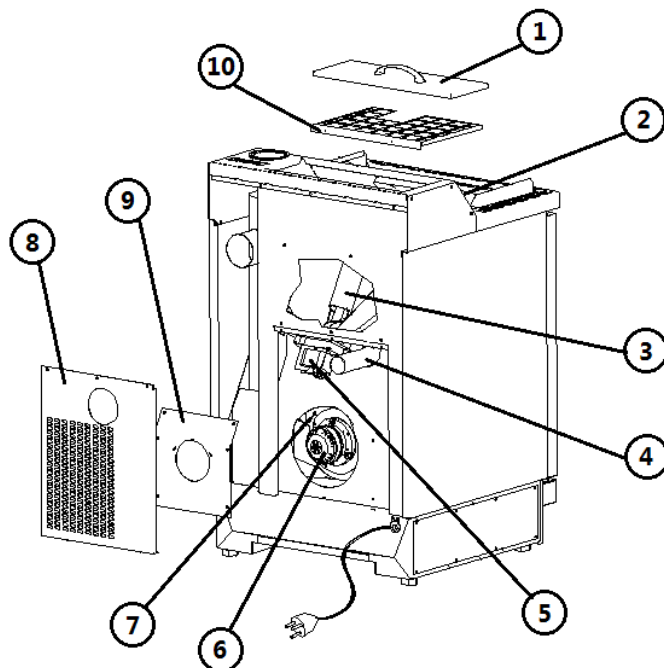

Fig. 36 - Vista posterior
**LEGENDA** Fig. 36 pág. 35
- Desparafusar os 3 parafusos do painel de inspeção + os 6 parafusos do cárter do aspirador (ver **Fig. 36 pág. 35**).